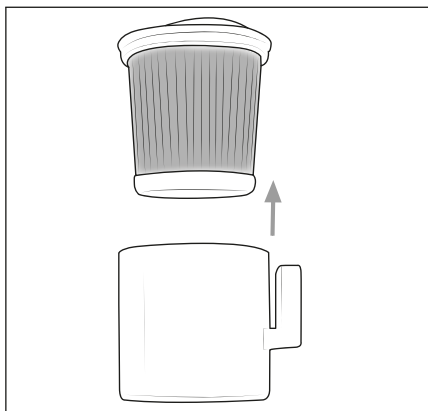

Fig. 17
- 4) Lorsque vous avez retiré le bac à poussière ⑦, vous pouvez enlever le bac à filtre HEPA ⑤ de l'appareil. Retirez le filtre HEPA ④ du bac à filtre HEPA ⑤, en saisissant l'ouverture du filtre HEPA ④ et en le sortant du bac à filtre HEPA ⑤ (voir fig. 17).